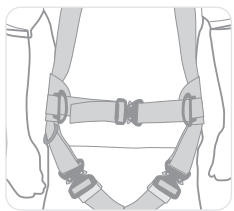

Figura 15
- Quando houver (apenas no cinturão RH3), conecte a fivela do cinto à frente e ajuste a alça puxando a alça pela fivela conforme necessário até ficar bem ajustado (consulte a Figura 15). É imprescindível controlar regularmente os elementos de fixação e/ou ajuste durante o uso. O cinturão abdominal está aprovado para um utilizador, com ferramentas e equipamento incluído, com um peso de até 150 kg.